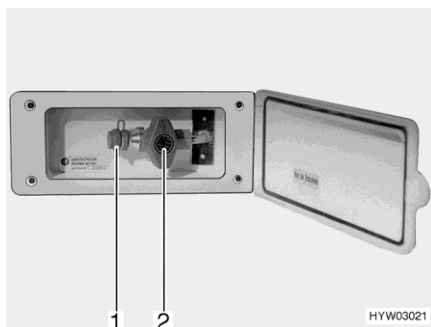

Fig. 90 Presa gas esterna (rubinetto di arresto del gas chiuso)
- Collegare l'apparecchio a gas esterno all'attacco (Fig. 90,1).
- Aprire il rubinetto di arresto del gas (Fig. 90,2).